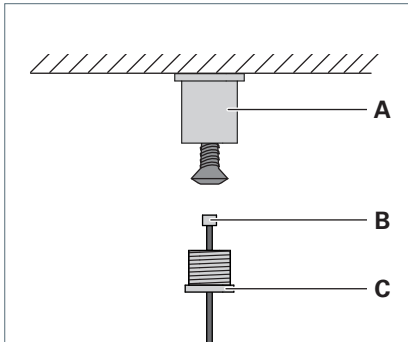

Fig. 2: Deckenbefestiger montieren.
- Schrauben Sie die Hülse **A** mit einer geeigneten Schraube an die Decke, siehe Fig. 2.